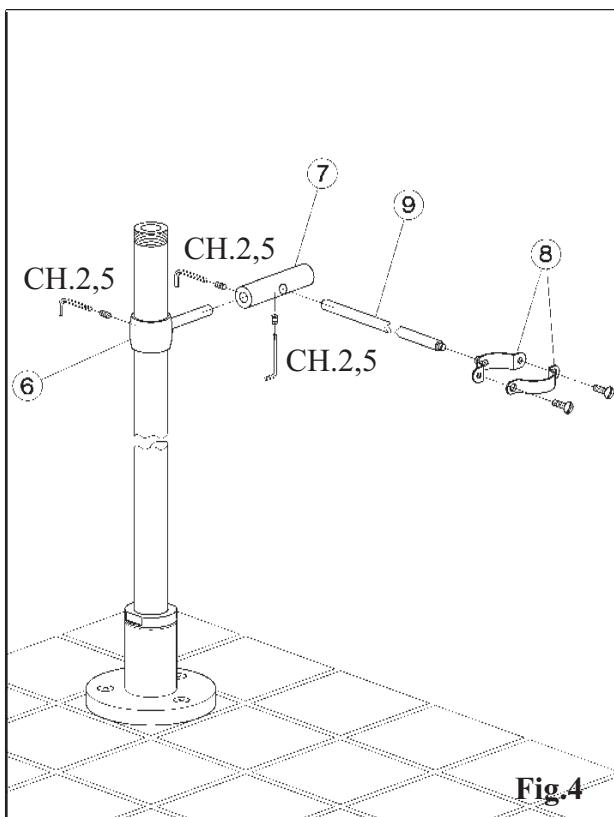

Fig.4
Inserire gli alberini delle boccole (6) nel canotto forato (7) e montare il tutto sulle colonne (vedi fig.4).
Avvitare la fascetta (8) all'asta (9) e inserire quest'ultima nel foro centrale del canotto (7) (vedi fig.4).
Una volta trovata la posizione ideale per il fissaggio serrare tutti i grani con chiave a brugola da 2,5 mm (vedi fig.4).
Insert the little bushing shafts (6) in the drilled sleeve (7) and assemble everything on the pillar lrgs (see fig.4).
Screw the clamp (8) to the rod (9) and put this last one in to middle sleeve (7) (see fig.4).
Once found the ideal position for fixing, tightly screw all dowels with a 2,5 mm wrench (see fig.4).
Insérer les pivots des douilles (6) dans les fourreaux percés (7) et assembler tout sur les colonnes (voir fig.4).
Visser le collier (8) à la tige (9) et insérer celle-ci dans le trou central du fourreau (7) (voir fig.4).
Une fois trouvée la position idéale pour le fixage, serrer tous les grains en utilisant une clé Allen de 2,5 mm (voir fig.4).
Introduzcan los árboles de los buques (6) en el manguito agujereado (7) y monten el conjunto sobre las columnas (vean fig.4).
Atornillen el collar (8) a la varilla (9) e introduzcanlo en el agujero central del manguito (7) (vean fig.4).
Encontrada la posición ideal para la fijación, cierren todos los granos con una llave de allén de 2,5 mm (vean fig.4).
Die Schrauben der Buchsen (6) in die Bohrpfosten (7) einführen und das Ganze auf der Säulen montieren (siehe Abb.4).
Die Schelle (8) um die Stange (9) herum festziehen und die Letztere in die mittlere Bohrpfosten einführen (7) (siehe Abb.4).
Sobald man die ideale Position für die Befestigung gefunden hat, werden alle Dübellstifte mit einem 2,5 mm Sechskantschlüssel festziehen (siehe Abb.4).
Steek de assen in de bussen (6) in het support met gaten (7) en monteren het geheel op de kolommen (zie afb.4).
Schroef het klemmetje (8) aan de staaf (9) en steek de staaf in het middelste gat van het support (7) (zie afb.4).
Is de ideale positie voor de bevestiging eenmaal gevonden dan zet u alle koploze schroeven vast met de inbussleutel van 2,5 mm (zie afb.4).